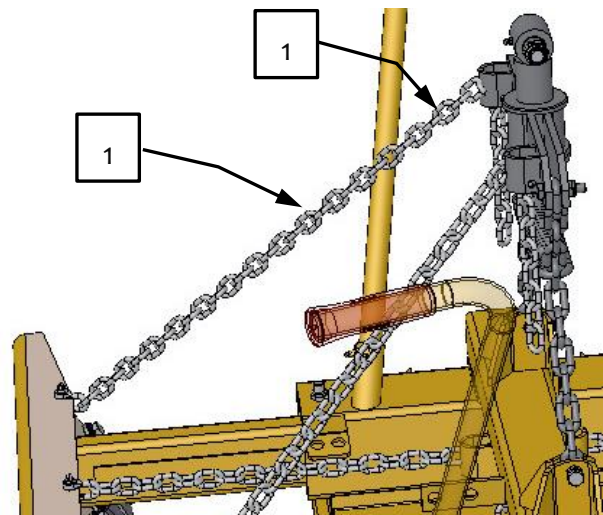

Fig. 5
Fjern de to hælningsvinkelkæder (1) på de øverste ender fra kædeophængningen, og læg dem udad på jorden (Fig. 5).